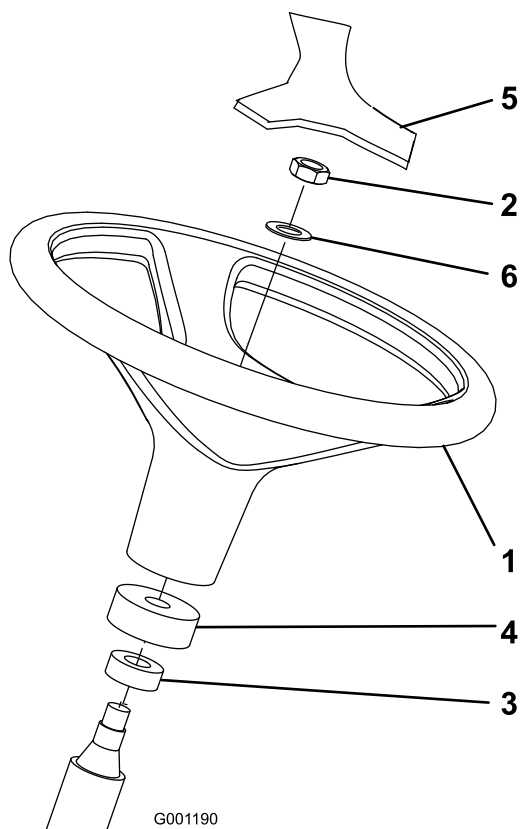

Figura 3
cobertura de resguardo estão montados na coluna de direcção (Figura 3).
3. Encaixe o volante e a anilha na coluna de direcção (Figura 3).
5. Monte a tampa no volante (Figura 3).